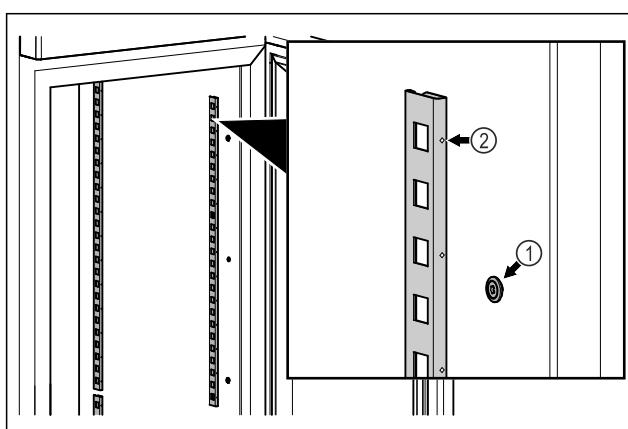

Fig. 56 Illustratīvs attēlojums
- Iekabiniet aizturu līstes viru mehānismā Fig. 56 (1). Atzīmei Fig. 56 (2) jābūt vērstai virzienā uz priekšu.